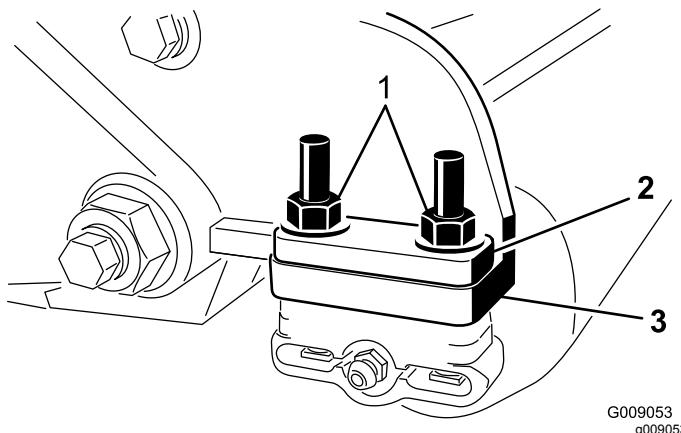

Bild 7
6. Entfernen Sie die zwei Sicherungsbundmuttern, mit denen jede Rollenhalterung an den Seitenplatten befestigt ist (Bild 7). Entfernen Sie die Mutter nicht. Entfernen Sie auch die